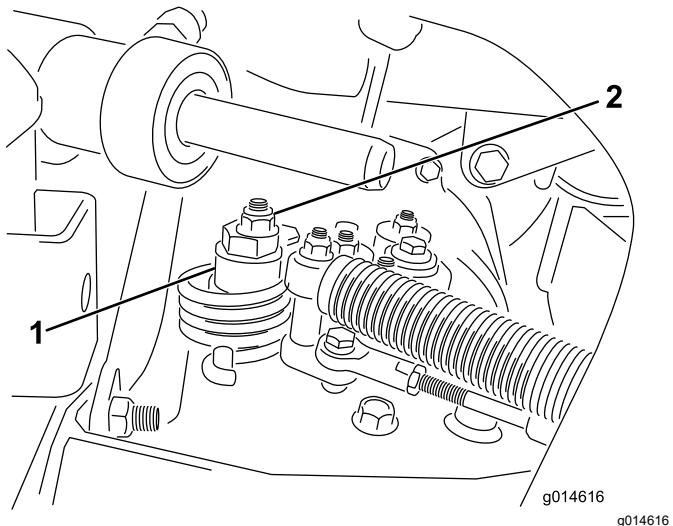

Figura 38
- A. Afloje la tuerca que sujetá el excéntrico a la parte superior del hidrostato (Figura 38).
- C. Gire el excéntrico hasta que no haya movimiento en ningún sentido. Cuando la rueda deje de girar, apriete la tuerca para bloquear el excéntrico y el ajuste (Figura 38). Compruebe el ajuste con el acelerador en las posiciones LENTO y RÁPIDO.